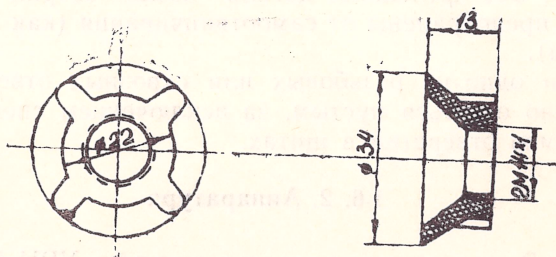

Рис. 20. Оправка.
4. Очистить от нагрева плоскость угольного контактного столбика 19, запрессованного в нажимной винт. Для этого положить на ровную (без забоин и выступов) плитку, шлифовальную шкурку, поставить на плитку оправку (рис. 20) широкой стороной к шкурке.